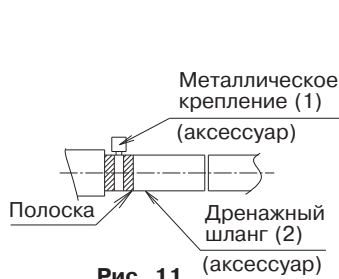

Рис. 11
- Используйте дренажный шланг (2) и металлический зажим (1). Полностью вставьте дренажный шланг (2) в дренажный патрубок и крепко затяните металлический зажим (1), при этом верхняя часть ленты должна располагаться на конце шланга. Затягивайте металлический зажим (1) до тех пор, пока головка винта не приблизится к шлангу на расстояние в менее чем 4 мм. (См. рис. 11, 12)